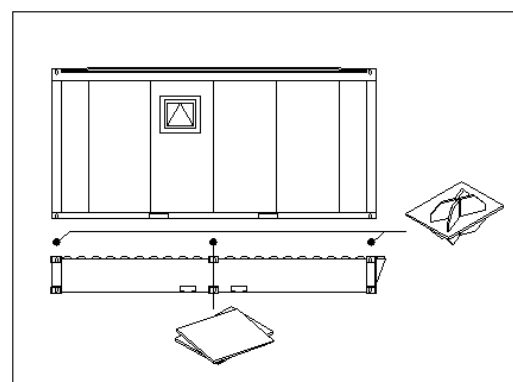

Abbildung 4
- Der Sanitärcontainer ist gegen seitliches Verschieben (Gleiten) zu sichern. Zwischen dem Fäkalientank und dem Sanitärcontainer sind an den äußeren Containerecken Stacking Cones und mittig zwischen Dachlängs- und Bodenlängsträger Unterlegsplatten zu verwenden, siehe Abbildung 4.